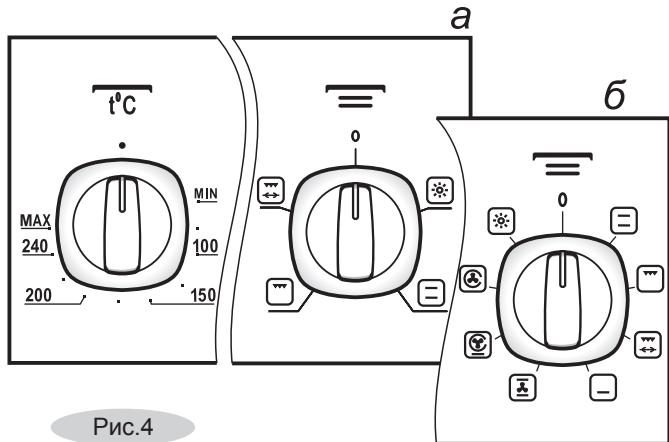

Рис.4
- ручкой режимов работы устанавливается необходимая функция (в зависимости от модели может быть вариант **а** или **б** (рис. 4));
- ручкой терморегулятора (рис. 4) задается температура нагрева духовки, которая поддерживается автоматически.